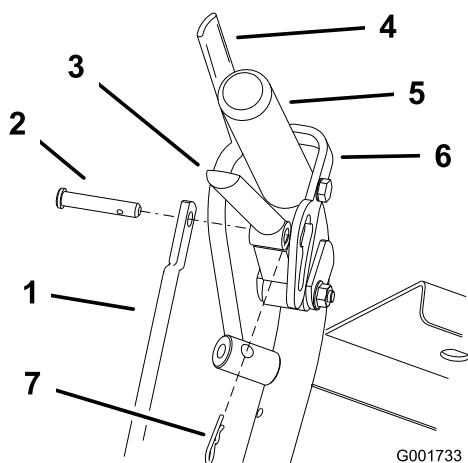

Figure 42
- Ajustez la longueur de la tige en relâchant le levier de déplacement et en enlevant la goupille fendue et l'axe de chape. Tournez la tige dans la fixation (Figure 42).
- Placez l'axe de chape dans le levier de déplacement (Figure 42).
6. Placez la goupille fendue entre les leviers de déplacement et les verrous de point mort, et dans les axes de chape (Figure 42).